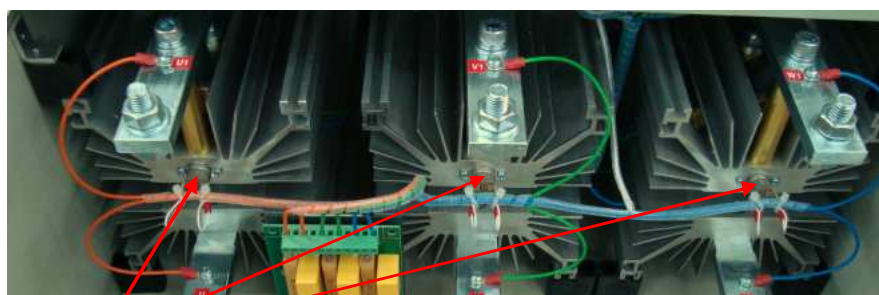

Рис. 4.9.
4.13.3. Если показания прибора не соответствуют п. 4.13.2, необходимо диагностировать каждый датчик температуры в отдельности. Подключая щупы прибора поочередно к контактам каждого из датчиков (рис. 4.9) определить тот, который соответствует «обрыву цепи» и нуждается в замене (п.5.8).